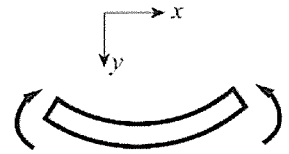
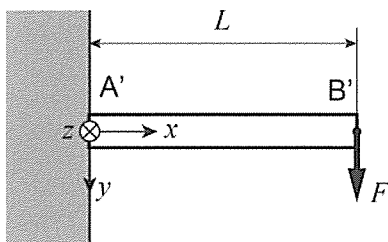

図5
図6
- (2) 位置 x の断面での曲げモーメント $M(x)$ を求め、曲げモーメント線図を描け。ただし、図5のように、はりを下に凸に曲げるモーメントを正とする。
- (3) 区間 AC の x 軸に垂直な断面について、平均せん断応力 τ_{AC} と、垂直応力の最大値 σ_{AC} をそれぞれ求めよ。また、区間 CB の x 軸に垂直な断面について、平均せん断応力 τ_{CB} と、垂直応力の最大値 σ_{CB} もそれぞれ求めよ。なお、垂直応力は、引張を正、圧縮を負として答えよ。
- (4) 区間 AC 内において、 x 軸に垂直な断面の図心 ($y=z=0$) でのせん断応力は、その断面の平均せん断応力 τ_{AC} の 1.5 倍である。このとき、区間 AC 内の図心でのせん断応力が最大となる面の方向 (その面の法線と x 軸のなす角の大きさ α) と、そのせん断応力 τ_{max} を求めよ。
- (5) 自由端 B での y 軸方向変位 y_B を求めよ。なお、軸力によるはりの伸びはたわみに比べて小さく無視できる。また、図6に示すように、長さ L の片持ちはりの自由端 B' に集中荷重 F が加えられたとき、自由端での y 軸方向変位は $FL^3/(3EI)$ 、たわみ角は $FL^2/(2EI)$ であることを用いてよい。